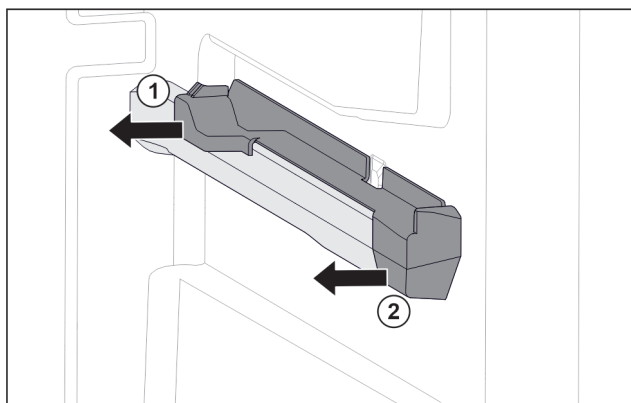

Fig. 79 Element nasadzany na prawym żebrze pojemnika
- ▶ Odciągnąć element nasadzany z tyłu w bok. Fig. 79 (1)
- ▶ Odciągnąć element nasadzany z przodu w bok. Fig. 79 (2)